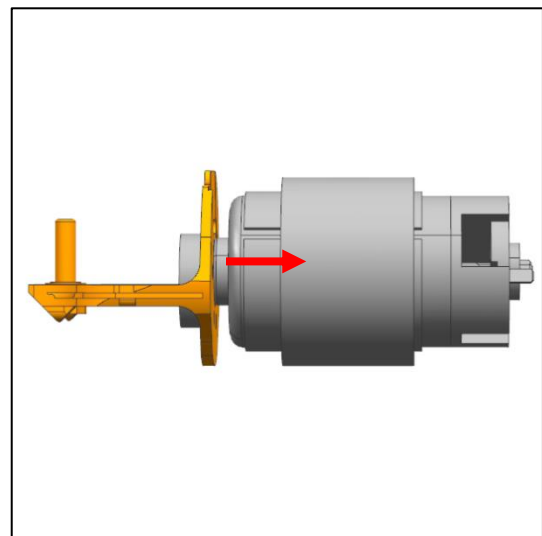

Abb. 30
- b) Schieben Sie den Motorhalter (Abb. 30) gegen den Motorflansch.